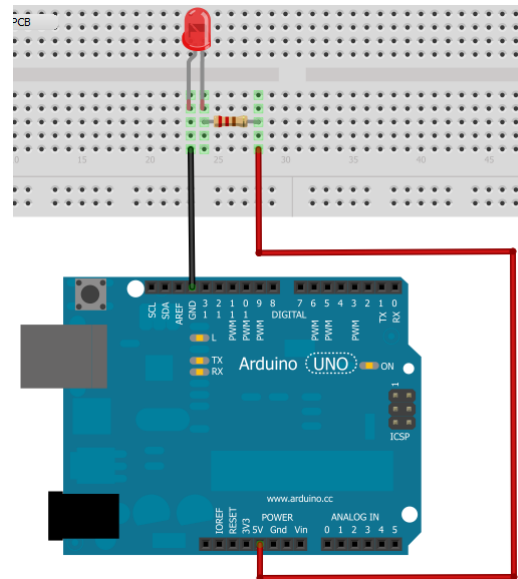

Figura 3: Circuito acender LED.
2. A Figura 3 abaixo ilustra o circuito da prática de hoje. Esse circuito funcionará ou não? Justifique.